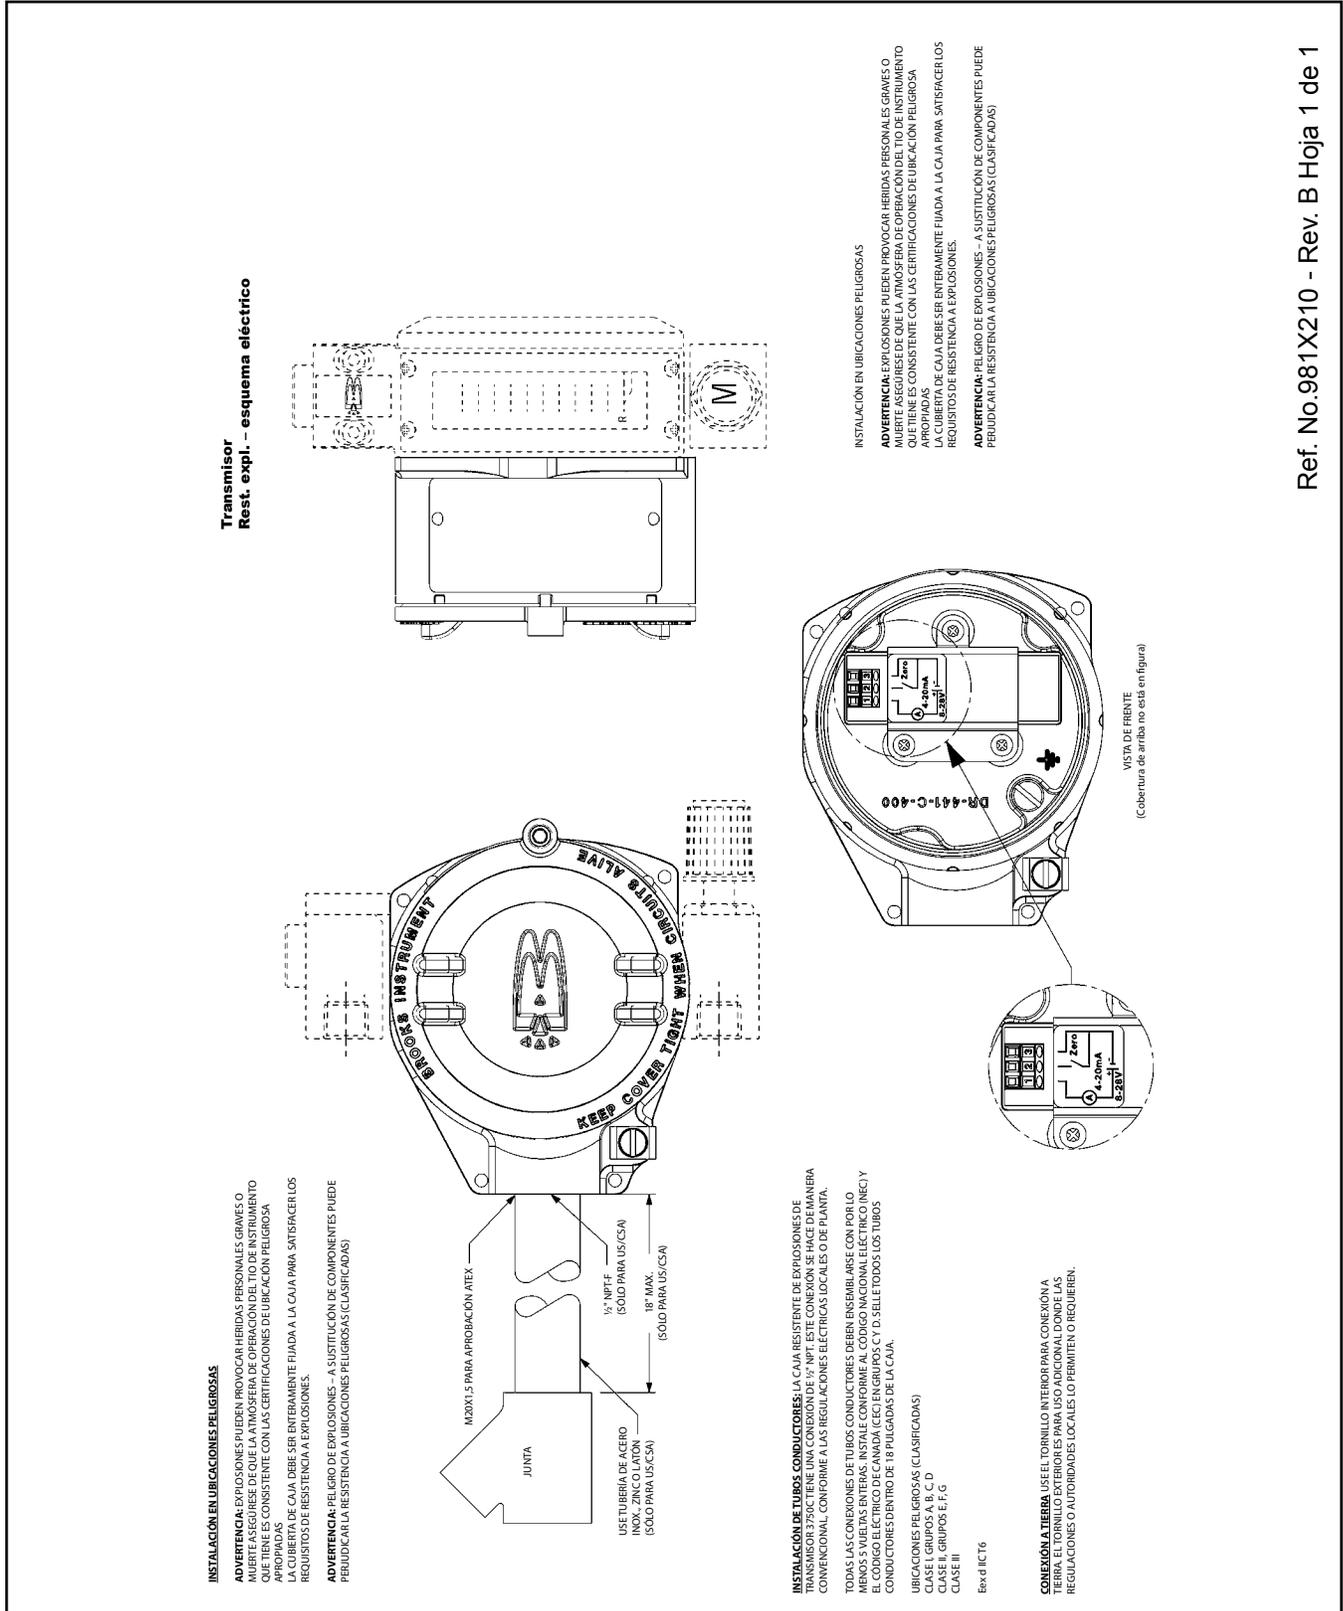

Figura 2-8 Esquema eléctrico del transmisor en sistemas XP
- C. Si la instalación será protegido por métodos resistentes a explosiones de División 1 y Zona 1, use métodos de instalación resistentes a explosiones. Consulte Figura 2-8